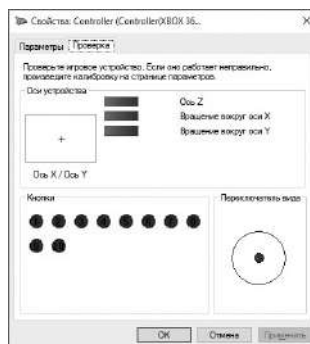

Fig. 8
- To check and configure in XInput mode, select «Properties» in the «Game devices» window, the «Properties: Controller (XBOX 360 For Windows)» window will pop-up (Fig.8). In the «Verification» tab you can check the execution commands when you press the buttons and rotate the rudder. To calibrate the rudder, select the «Settings» tab, click «Calibrate» and follow the instructions.